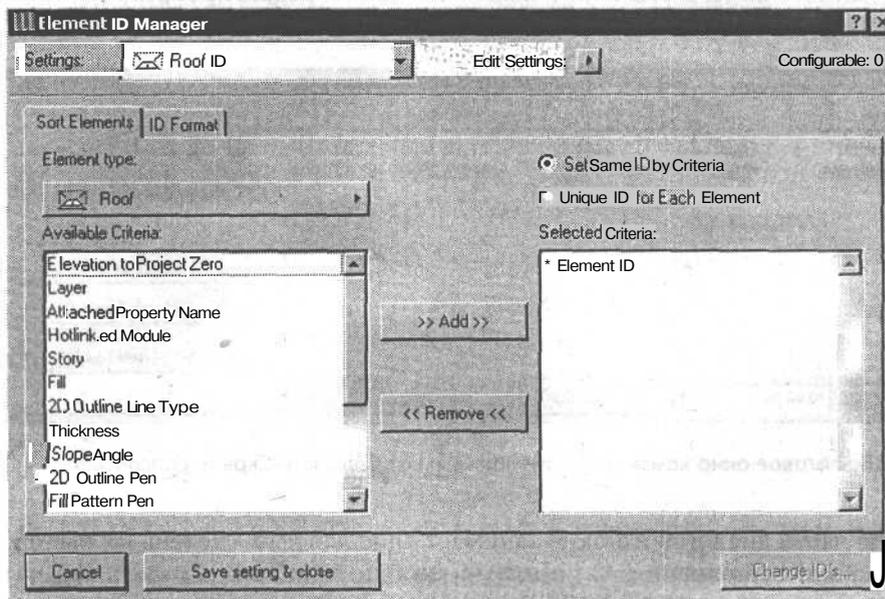

Рис. 2-55. Диалоговое окно команды Element ID Manager (Администратор идентификаторов элементов)
Команда **Element ID Manager** (Администратор идентификаторов элементов) позволяет устанавливать идентификационный признак (ID) элементов проекта на основе их характеристик. После запуска команды в диалоговом окне (см. рис. 2-55) пользователь указывает элемент, для которого устанавливается идентификатор и критерий отбора.